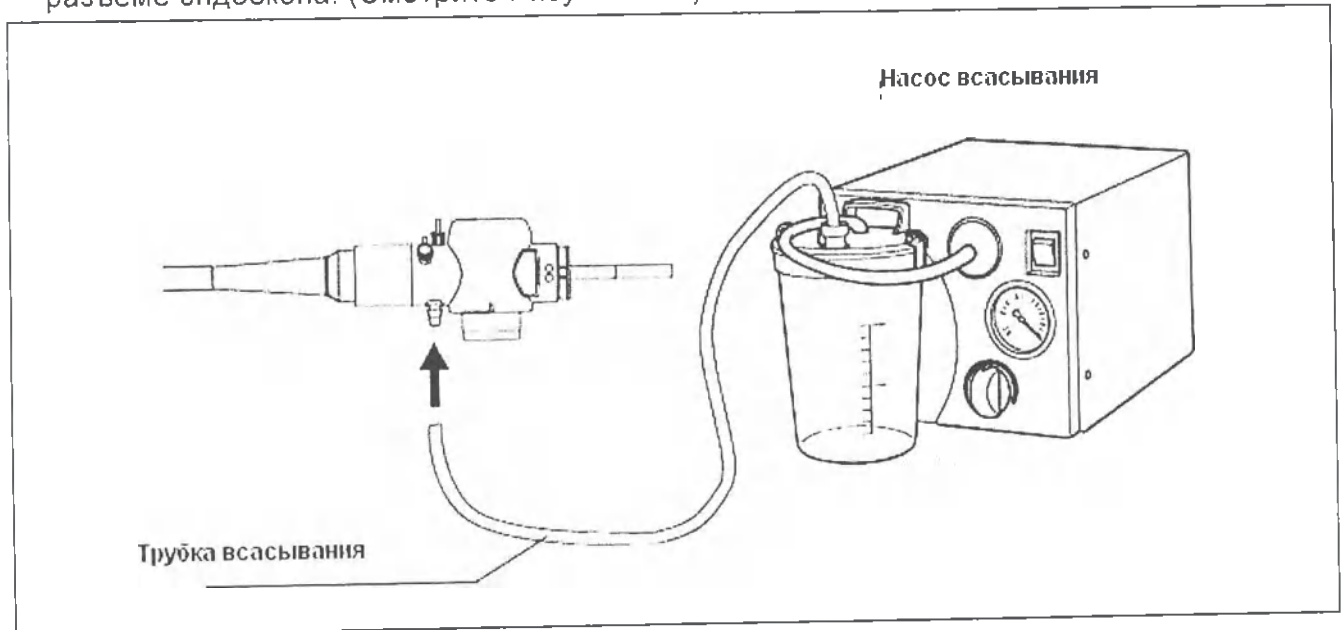

Рисунок 3.27
8. Соедините трубку всасывания из насоса всасывания с разъемом всасывания на разъеме эндоскопа. (Смотрите Рисунок 3.27).